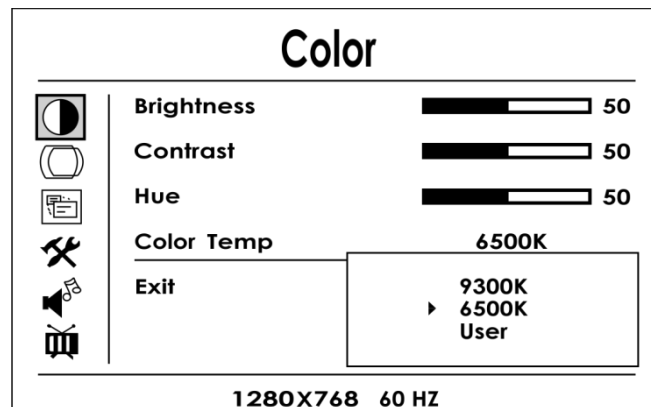

Fig. 06
Una vez elegido el parámetro que desea editar, pulse de nuevo en botón **MENU (06)** para visualizar las opciones. Para elegir una de las opciones pulse el botón **MENU (06)**. Véase la Fig. 06.